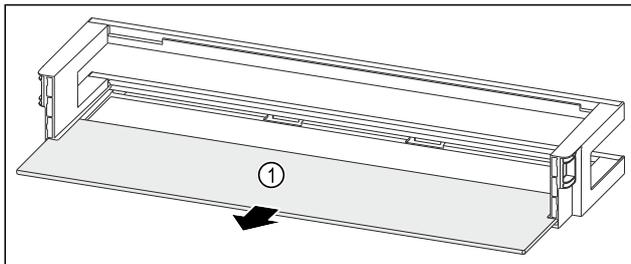

Fig. 116 Balconnet de contre-porte avec tablette de rangement
- Retirer la tablette de rangement Fig. 116 (1).